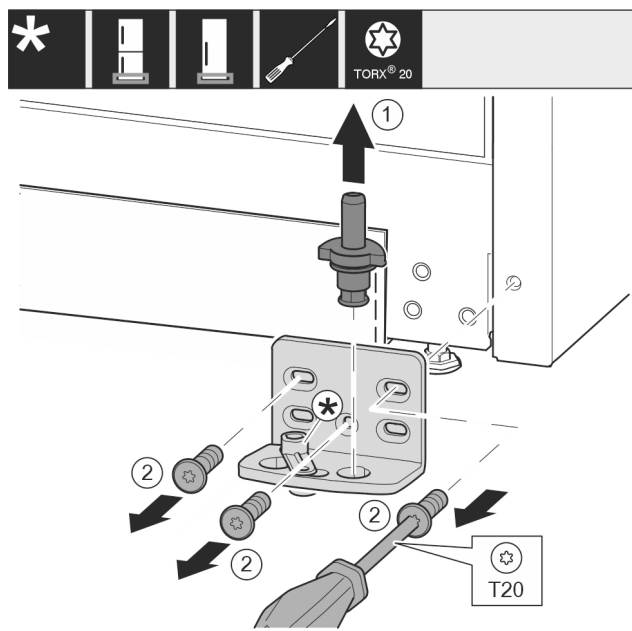

Fig. 14
- Izvucite svornjak ležaja Fig. 14 (1) potpuno prema gore.
- Odvijačem odvrtite vijke Fig. 14 (2) i skinite podložak ležaja.